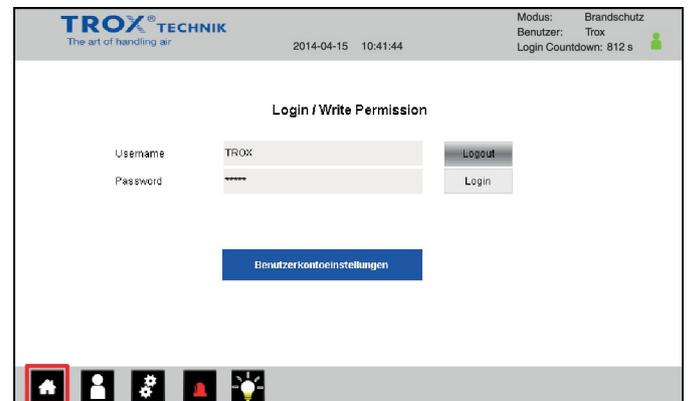

Abb. 18: Bildschirm Anlagenübersicht öffnen Variante1
- ▶ Nach dem Anmelden die Schaltfläche  (Abb. 18) drücken.